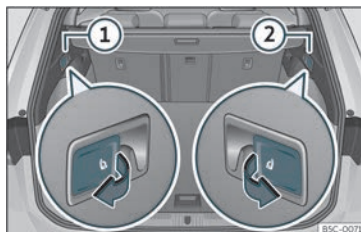

Fig. 107 Dans le coffre à bagages : Leviers de déverrouillage du dossier arrière.
- Tirez le levier de déverrouillage à distance de la partie gauche » fig. 107 ① ou droite ② du dossier dans le sens de la flèche. La partie débloquée du dossier arrière se rabat automatiquement vers l'avant.